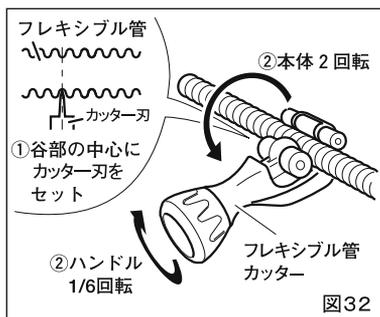
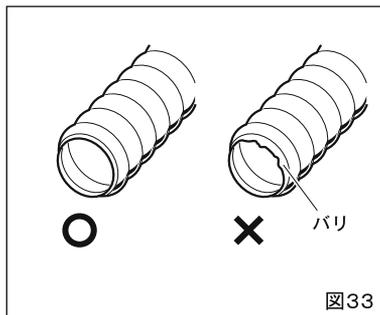

図32
図33
(2) 加工するパイプの切断 (図32,33)
- ①フレキシブル管カッターの刃を切断する管の谷部の中心に合わせます。
- ②フレキシブル管カッターのハンドルを回して、刃をゆっくりと送り込みながら切断します。
- ③切断面の変形、バリがないことを確認してください。バリや変形があると正常なツバ出しが出来ず、水漏れの原因となります。(図33)